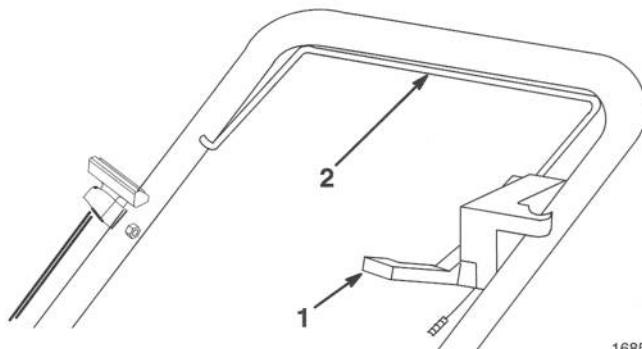

Figure 9
2. Modèles autopropulsés seulement—Pousser la barre de commande de traction vers l'avant (vers le moteur) (Fig. 9).
- Déplacer le levier de commande de traction vers l'avant (en direction du moteur) (Fig. 9) et serrer la barre de commande jusqu'à ce qu'elle touche le guidon.